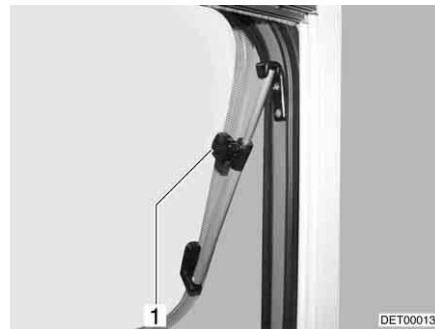

Bild 53 Ausstellfenster mit Dreh-Ausstellern, geöffnet
- Ausstellfenster bis zur gewünschten Stellung öffnen und mit Rändelknopf (Bild 53,1) feststellen.
- Rändelknopf (Bild 53,1) drehen, bis Arretierung freigegeben wird.